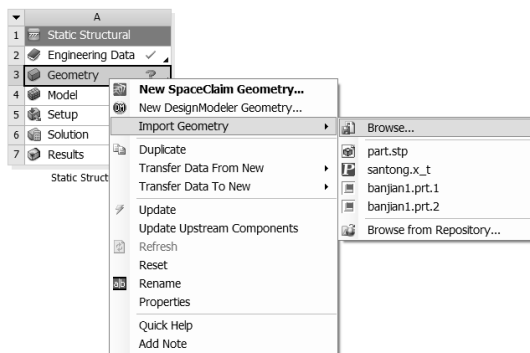

图 5-163 导入几何体
Step1：在 A3 Geometry 上右击，在弹出的快捷菜单中选择 Import Geometry Browse 命令，如图 5-163 所示，此时会弹出“打开”对话框。